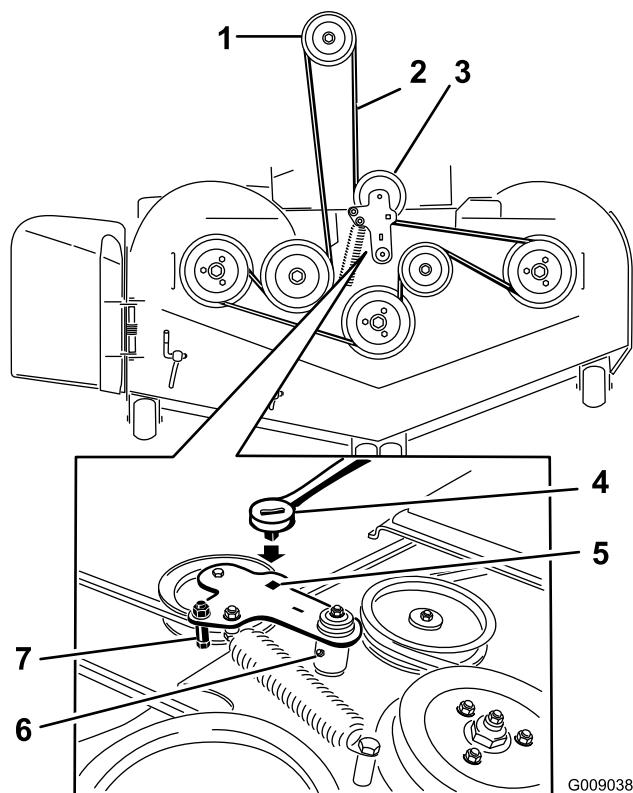

Bild 74
5. Setzen Sie eine Ratsche in das rechteckige Loch im Spannarm ein, um die Spannung an der Spannscheibenfeder zu lösen (Bild 74).
7. Nehmen Sie die Riemenschutzvorrichtung am gefederten Spannarm ab, wie in Bild 74 dargestellt.
9. Verlegen Sie den neuen Riemen um die Mähwerk- und Bremsspannscheiben unter dem Motor (Bild 74).
10. Nehmen Sie die Riemenführung am Spannarm ab, wie in Bild 74 dargestellt.
11. Setzen Sie die Spannscheibenfeder mit der Ratsche im rechteckigen Loch ein (Bild 74).